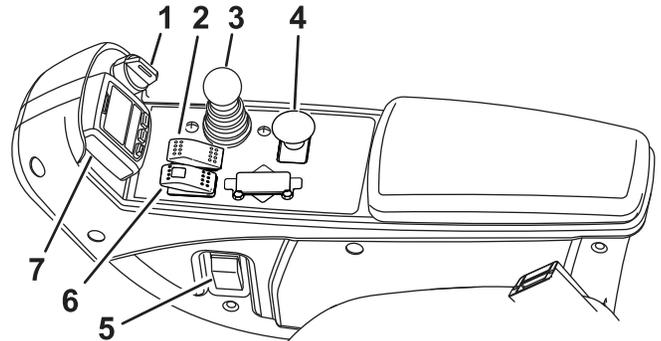

図 39
**注** 緊急ブレーキが必要な場合は、走行ペダルから足を放し、駐車ブレーキスイッチを前方に倒します(図 39)。
キースイッチ(図 39)には3つの位置があります OFF、ON/PREHEAT、STARTです。
駐車ブレーキを掛けるには、コンソールのスイッチ(図 39)を前方に押します。スイッチがセットされるとスイッチの赤いライトが点灯します。駐車ブレーキを解除するには、スイッチを後方に押します。
このレバー(図 39)でカッティングユニットを昇降させます。
インフォセンターLCDディスプレイは、マシンの運転状態、故障診断などの情報を表示します 図 39。
スイッチの上部を押すとヘッドライトが点灯します (図 39)。